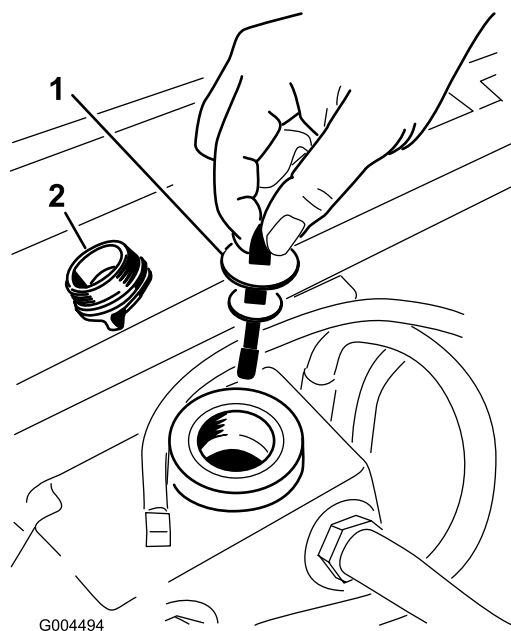

Figura 92
5. Retire el tapón de llenado de aceite hidráulico del cuello de llenado (Figura 92).
6. Retire la varilla y límpiela con un paño limpio (Figura 92).
7. Introduzca la varilla en el cuello de llenado; luego retírela y verifique el nivel del aceite (Figura 92).